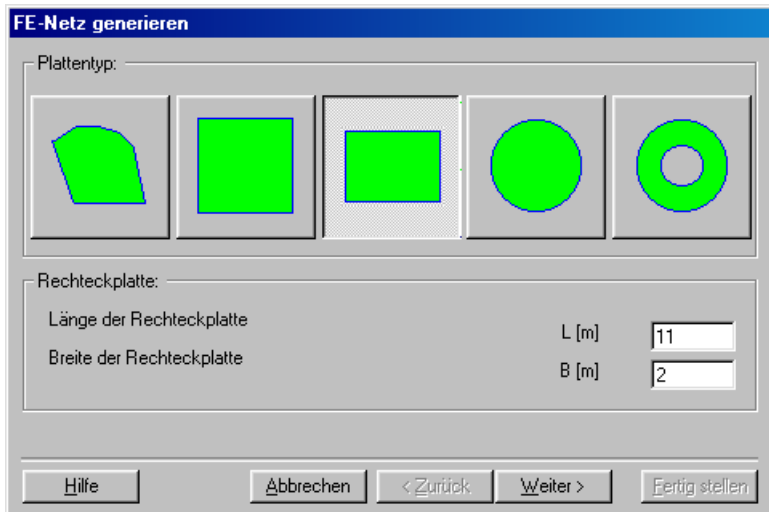

Bild 8-7 Auswahl von Netzschablonen
- Wählen Sie "FE-Netzdaten" aus dem "Daten"-Menü des *ELPLA-Daten*-Fensters. Eine Auswahl von Schablonen verschiedener Netzformen erscheint (Bild 8-7)